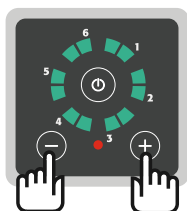

Fig. 9: Tecla de comando + e -
7. Premir as teclas de comando «+» e «-» em simultâneo durante 5 segundos (Fig. 9).